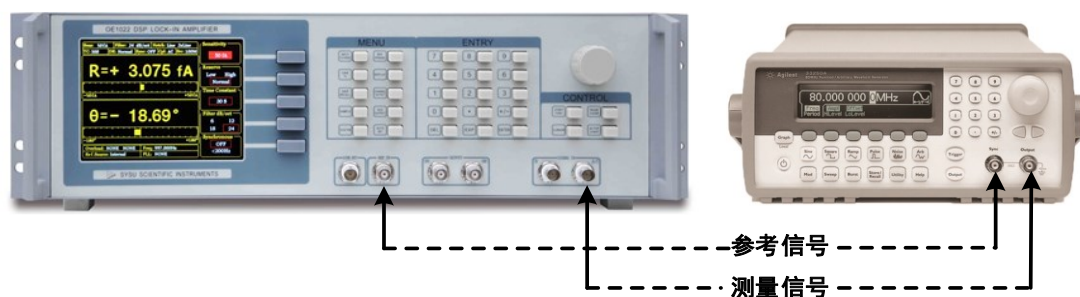

图97. 信号线连接图
2. 用一条带 BNC 接头的信号线连接函数信号发生器的输出接口和 OE1022 前面板 SIGNAL IN 的 A/I 接口,用另一条带 BNC 接头的信号线连接函数信号发生器的参考信号接口和 OE1022 前面板的 REF IN 接口,如图 97 所示: